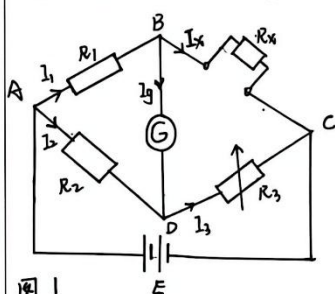

图 1
- ① 按图1以及实验要求接线，~~将铜丝（或热敏电阻）接入电路中~~
- ② 用万用表分别粗测金属电阻和热敏电阻在室温时的阻值
- ③ 将待测金属电阻用导线连接到电桥的 R_x 连接端，根据粗测的阻值，按照测量数据有效数字位数最多的原则选用适当的电桥比例臂档位。
- ④ 打开加热台开关，设置温度参数，调节开关至内接，依据检流计的偏转方向调节可变电阻的阻值（调节时由大到小调节可变电阻的四个旋钮），直至电桥平衡（检流计指针在每次通断时不动），记录平衡时可变电阻阻值。每 10°C 为一间隔，重复上述步骤。
- ⑤ 将金属电阻转为热敏电阻，重复步骤③和④
- ⑥ 对金属电阻，以 R_t 为纵轴， t 为横轴作出 R_t-t 图，根据图线求出直线斜率 k 和截距 R_0 ，计算铂的电阻温度系数 α ，并与公认值比较
- ⑦ 对热敏电阻，以 $\frac{1}{T}$ 为横坐标， $\ln R_T$ 为纵坐标，作出 $\ln R_T-\frac{1}{T}$ 图，根据图线求出直线斜率 k 和截距 R_0 ，计算 R_T 的表达式